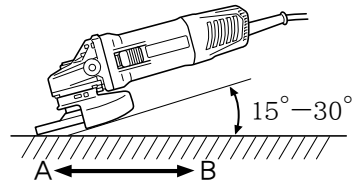

图 6
如图 6 所示, 机器应保持 $15^{\circ}-30^{\circ}$, 使砂轮的外缘以最佳角度与工件相接触。
4. 用新砂轮首次进行研磨时, 应将角向磨光机由对面横过工件往操作人员这边拉, 以免挖入工件 (图 6 的 B 方向)。等砂轮的前缘适当磨损后, 就可往任何方向进行研磨。